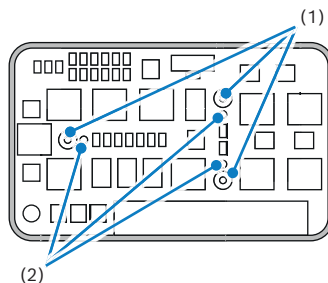

Abb. 7
Mit einem geeigneten Werkzeug die Positionsstifte (2) bis zum Anschlag herunterziehen. Drei Schrauben (1) anziehen (Abb. 7).